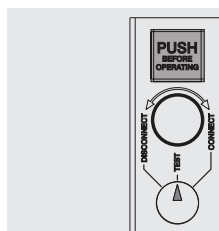

Figure 61
- disjoncteur en position de test (voir Figure 61).